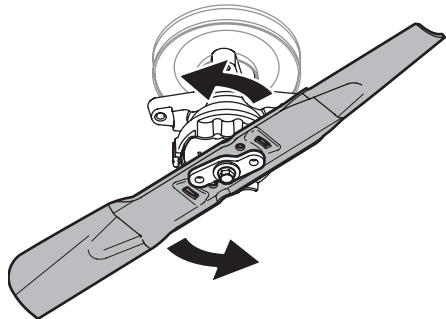

Figure 44
4. Placez la bague de verrouillage vers le haut et tournez la lame vers la gauche pour la dégager de la bague. Voir Figure 44.